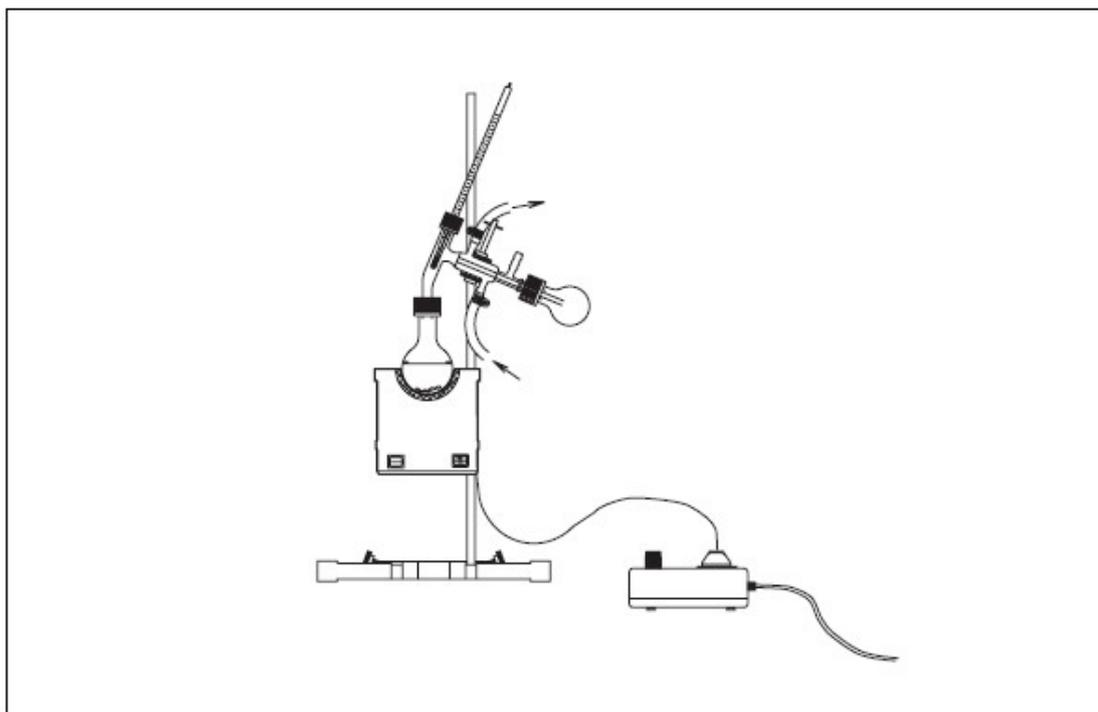

Рис. 2
5. Далее, настройте устройство на дистилляцию, как показано на Рис. 2. Поднимите нагреватель вверх так, чтобы он находился под круглодонной колбой, и продистиллируйте весь петролейный эфир во вторую колбу. Выключите нагреватель и резко снизьте температуру кипения на термометре ниже 50°C. Остаток не должен перенагреваться. Поместите колбу в вытяжной шкаф для того, чтобы оставшийся петролейный эфир смог испариться.